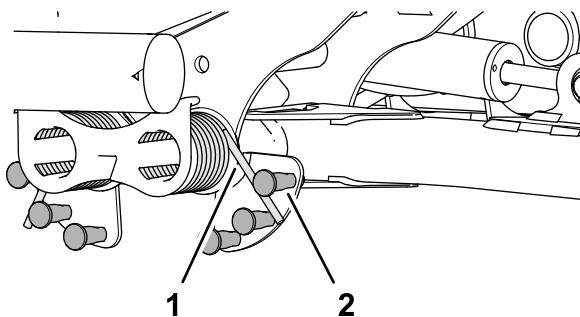

Figure 51
2. Insérez la longue extrémité du ressort de compensation dans un tube ou un objet similaire, et faites pivoter le ressort autour du goujon à épaulement jusqu'à la position voulue (Figure 51).